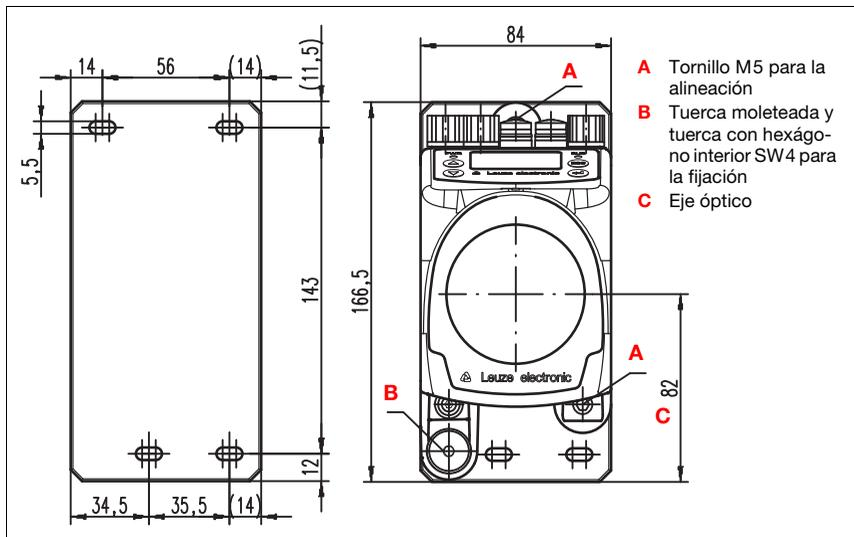

Figura 5.2: Montaje del equipo
El punto de haz láser se alinea de tal forma que en la medición de distancia máxima y mínima éste siempre llegue al medio del reflector opuesto. **Para la alineación, use los dos tornillos de cabeza hexagonal M5 («A» en figura 5.2).** Asegúrese de que durante la alineación estén ampliamente abiertas la tuerca moleteada y la contratuerca ("B" en figura 5.2).
*Para que la alineación del sistema de medición por láser no se desajuste en el funcionamiento continuo, apriete a mano la tuerca moleteada y fjela bien con la tuerca con hexágono interior SW4 («B» en figura 5.2). La tuerca moleteada y la tuerca deben apretarse sólo después del ajuste.*